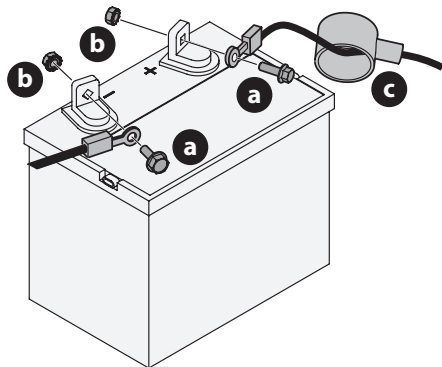

Figure 13
1. Le cas échéant, retirez le cache en plastique de la borne positive de la batterie. Branchez le connecteur rouge sur la borne positive de la batterie (+) à l'aide du boulon (a) et de l'écrou hexagonal (b) (Figure 13).
2. Déposez la protection en caoutchouc rouge (c) sur la borne positive de la batterie pour la protéger contre la corrosion (Figure 13).
3. Le cas échéant, retirez le cache en plastique de la borne négative de la batterie, puis branchez le câble noir (g) à la borne négative de la batterie (-) à l'aide du boulon (a) et de l'écrou hexagonal (b) (Figure 13).